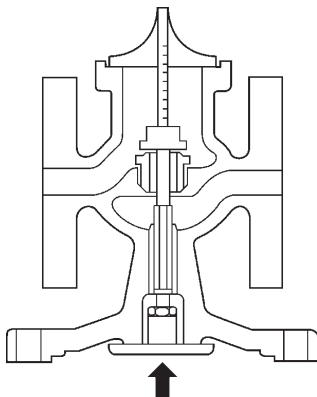

Fig. 7
2. Svitare i due raccordi (27C) e (29) e staccare i tubicini da 6 mm in acciaio inox.
3. Svitare i quattro dadi (21) e togliere la camera della valvola pilota (10) insieme all'alloggiamento della molla di regolazione (4) e a tutti i suoi interni.
4. Smontare la molla di ritorno (16) e l'otturatore della valvola principale (17).
5. Utilizzando una chiave della misura indicata in tabella 2, rimuovere la sede della valvola principale (18).
9. Laddove sia montato un nuovo componente o sia stata effettuata una forte smerigliatura, sarà necessario regolare nuovamente l'asta di comando (26) della valvola principale per ottenere la corretta alzata dell'otturatore.
11. Riposizionare l'asta di comando (26) e l'otturatore della valvola principale (17), accertandosi che poggi correttamente sulla sede (18).
12. Premere sul piattello dei diaframmi principali (25) fino a fine corsa, come mostrato in Fig. 7 e controllare la corsa dell'otturatore mediante un calibro di profondità.
13. Se la corsa è diversa dal valore indicato in tabella 3, allentare il dado di blocco (30) ed effettuare la regolazione avvitando o svitando l'asta di comando (26) sul piattello (25). Quando il valore della corsa risulterà corretto, serrare il dado (30).